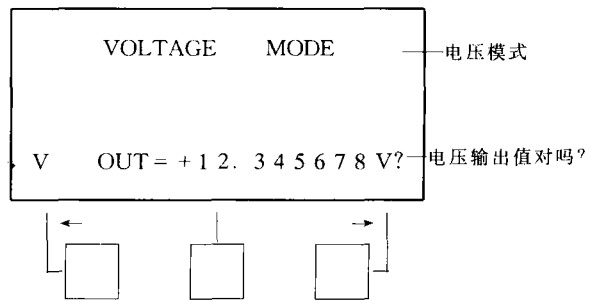

图 12
④ 它能提示目前的参数值，请操作者确认已键入的值是否正确。见图 12。